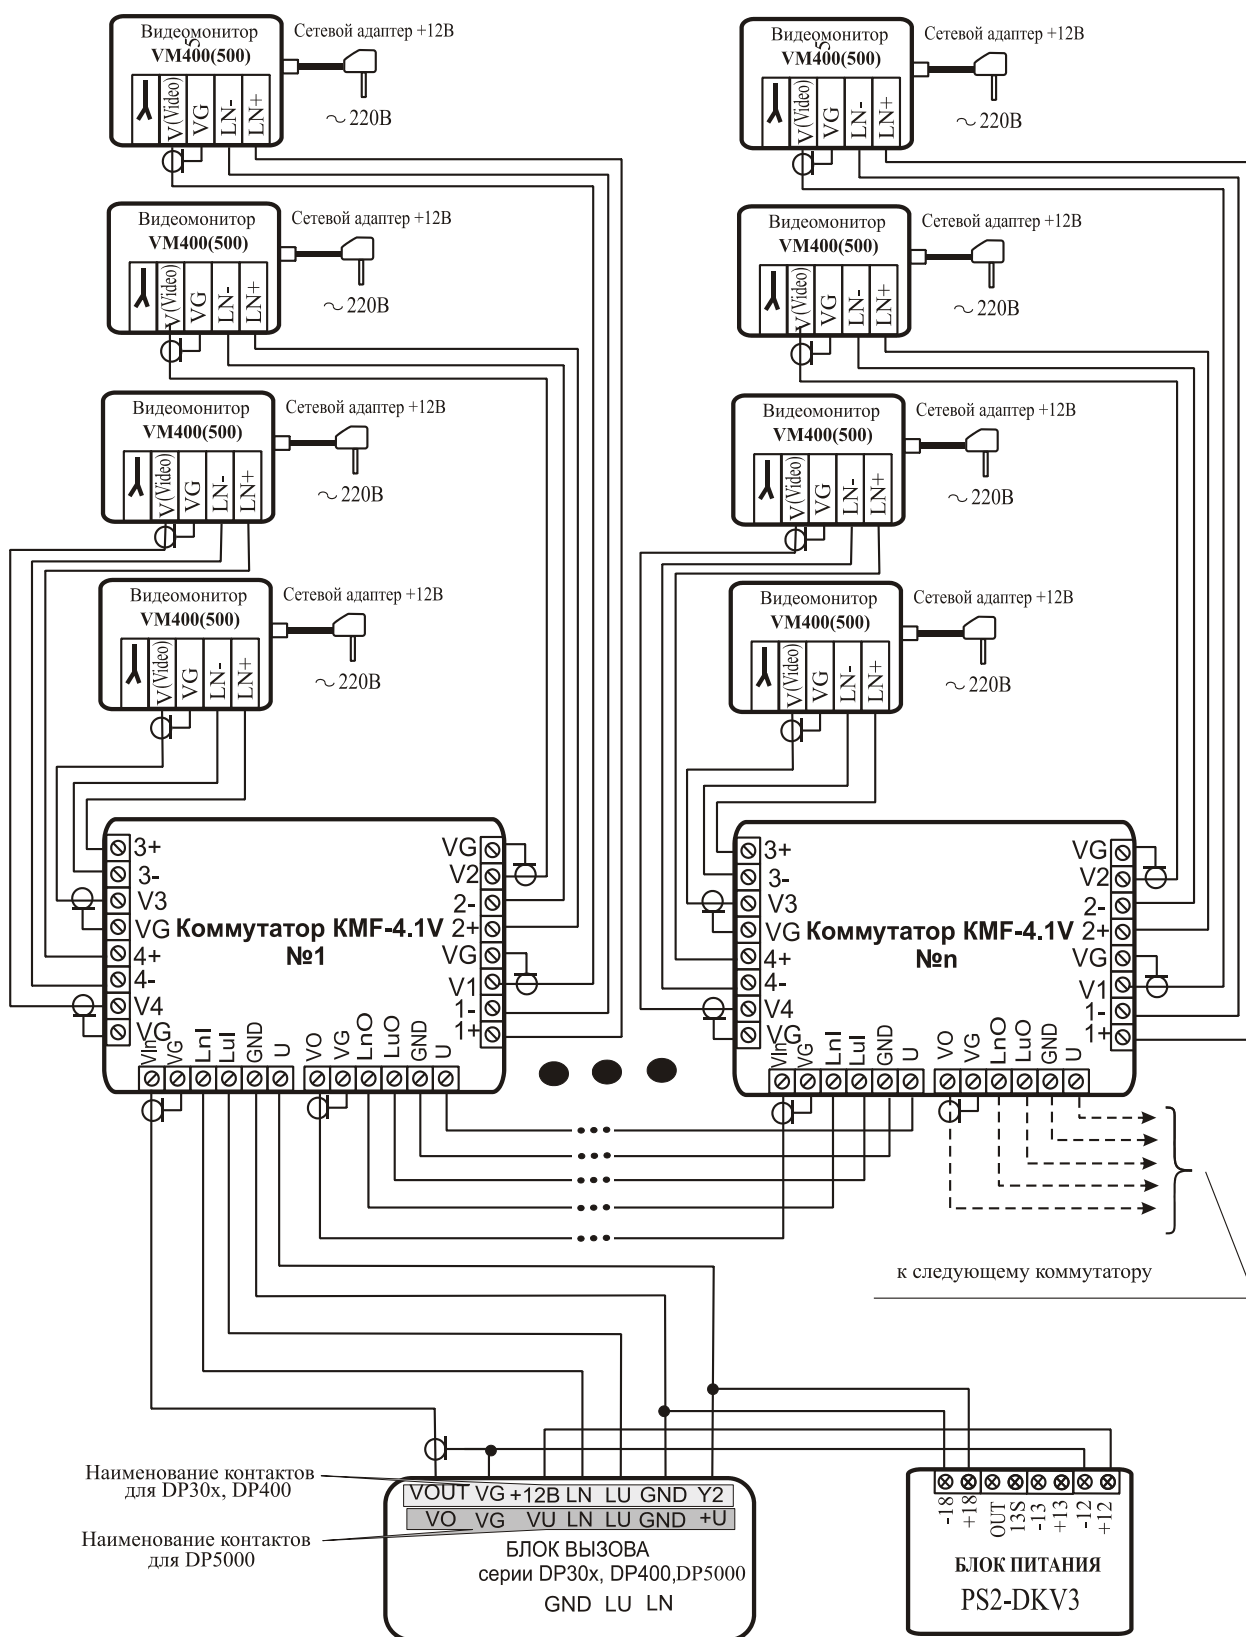

Рис.3 Схема подключения коммутатора этажного комбинированного KMF-4.1V
7.2.5 С блоком вызова коммутаторы соединяются по трехпроводному кабелю для аудиосигнала (LN,LU,GND) и по коаксиальному кабелю с волновым сопротивлением 75 Ом для видео (VOUT,VG), как показано на монтажной схеме рис.3.
7.2.6 С видеомониторами коммутатор соединяется согласно приведенной монтажной схеме (рис.3) по двухпроводному кабелю для аудиосигнала (п.7.2.8) и коаксиальному кабелю для видео (п.7.2.8).
7.2.7 Подключение коммутаторов в составе домофонных комплексов серии DP30х, DP400 и DP5000 представлено на рис.3.